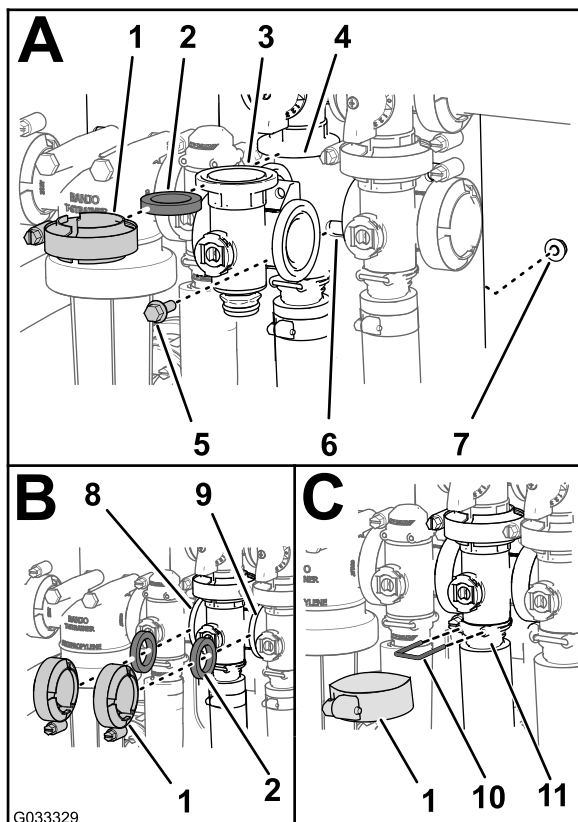

Figura 76
8. Fissate il raccordo del tappo terminale al raccordo di uscita inserendo un fermo nella presa del raccordo di uscita (Figura 76 C).